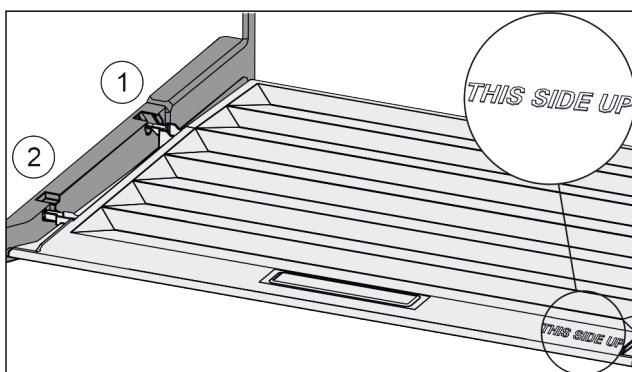

Fig. 52
- ▶ Robova predala vstavite nad odprtino zadnjega držala Fig. 52 (1), spredaj pa ju zataknete v držalo Fig. 52 (2).